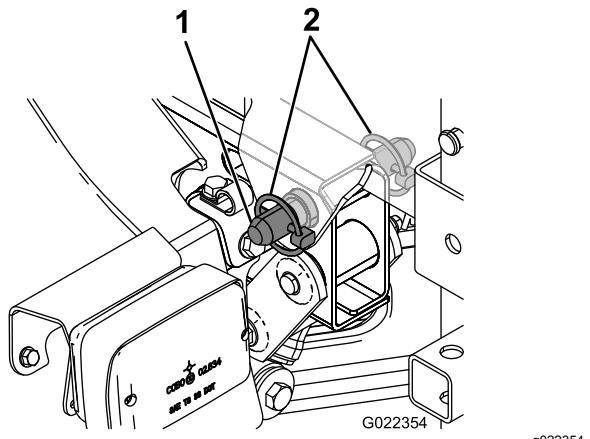

Figura 13
6. Allineate i fori nelle barre di articolazione della parte posteriore del gruppo del telaio di supporto del serbatoio con i fori nel tubo di articolazione del pianale nella parte terminale del telaio del veicolo (Figura 13).
7. Installate un perno con testa rastremata e 2 acciarini sulla barra di articolazione per fissare il gruppo serbatoio al telaio (Figura 13).